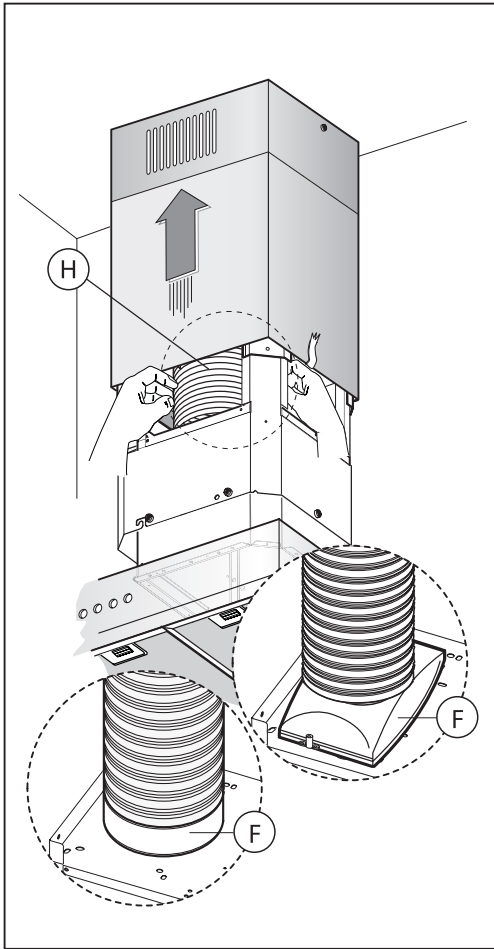

Fig.12
-Fissare il tubo di evacuazione aria **H** (non in dotazione) sulla flangia di raccordo **F** (Fig.12).